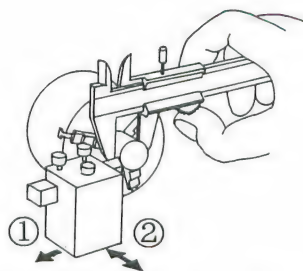

図9-17
荒削り, 仕上げ削りを問わず, 切削中に頻繁に外径を測定しなければなりません。図9-17はノギスで測定しているところです。バイトが邪魔でやりにくいものですが, バイトを①の方向に(手前に)引いて測定しますと, 元の見盛に戻したとき若干の外径誤差が出ますから, 横送り台ハンドルには手を触れずに, 親ねじで往復台全体を②の方向に送って, バイトを工作物から離すか, またはチャック爪のすぐそばに寄せて外径を測ります。なお, ノギスの測定刃先の薄い部分で測ると誤差が出やすいので, できるだけ奥を使います。